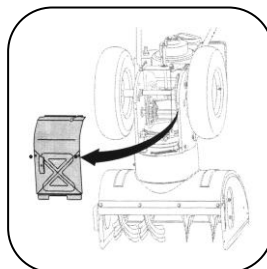

Рис. 16
2. Снимите крышку с нижней части снегоуборочной машины, открутив четыре винта, которые ее крепят. См. рис. 16 А. Возьмитесь за направляющий ролик и потяните его вправо.